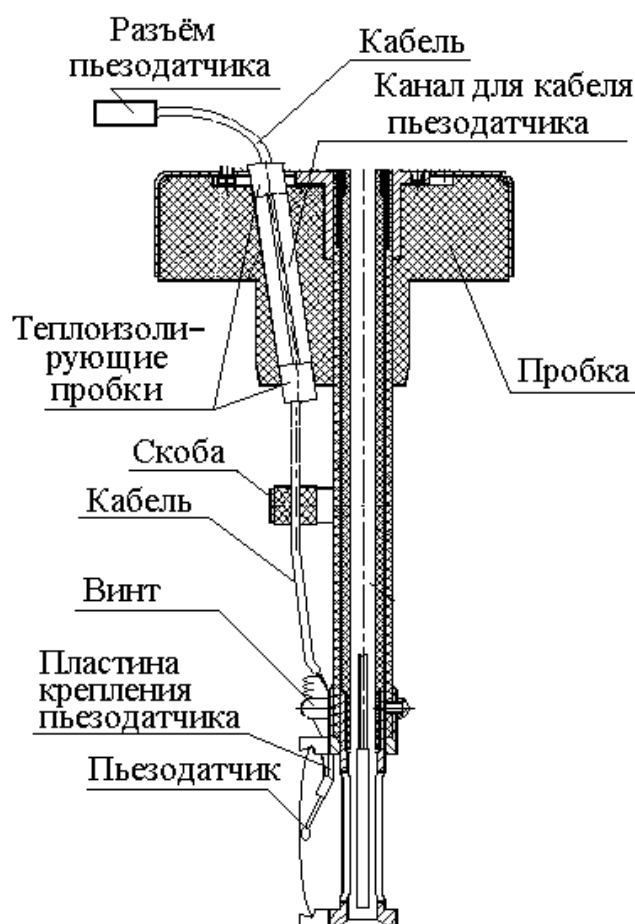

Рисунок 40 – Устройство деформации
- 5) вынуть верхнюю и нижнюю теплоизолирующие пробки из верхней пробки устройства деформации (см. рисунок 40);